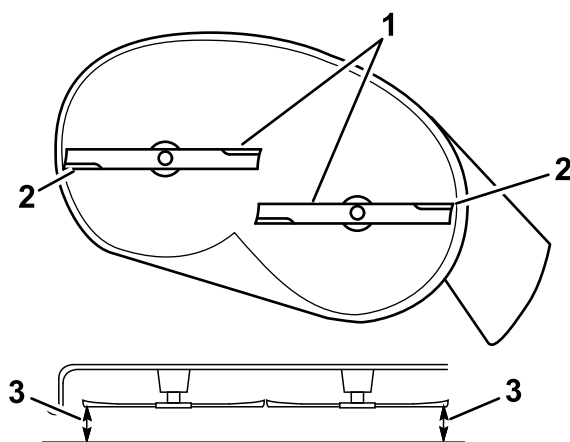
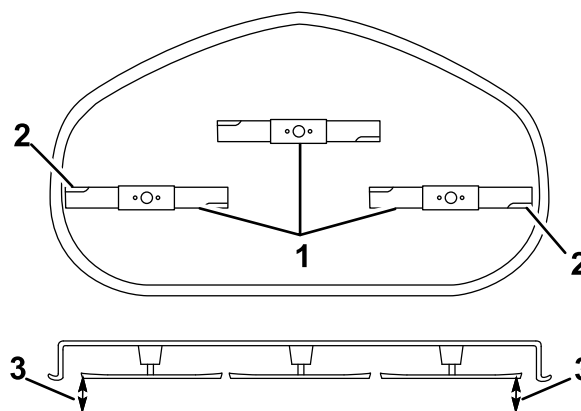

Figura 63
Figura 64
5. Misurate la distanza tra i taglienti esterni e la superficie piatta (Figura 63 e Figura 64).